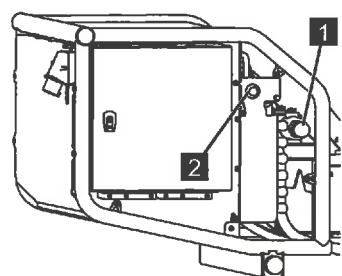

Abb. 163
3. Das Ventil (Abb.163/1) eindrücken und im Uhrzeigersinn verriegeln.
4. Den Taster [Notbedienung] (Abb.163/2) drücken und halten.